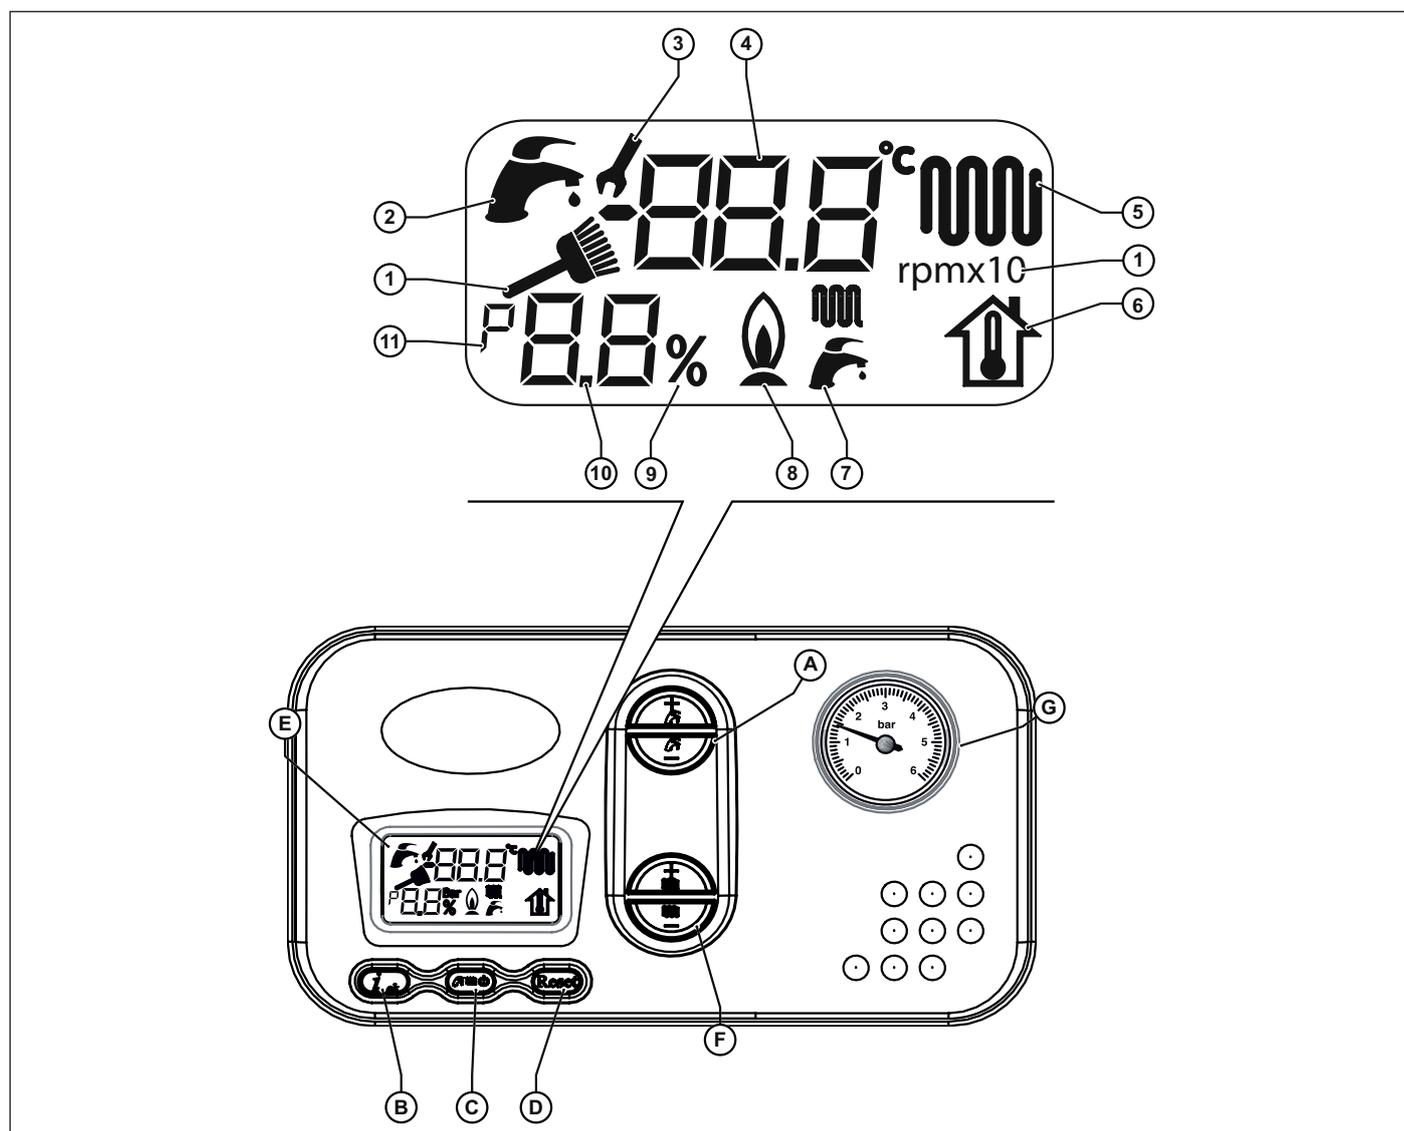

Fig. 1 Panou de comandă
- Alegeți sistemul de funcționare a centralei termice: OFF (OPRIT), VARĂ, IARNĂ, DOAR ÎNCĂLZIRE (vezi tasta (C) din Fig. 1 Panou de comandă la pagina 9).